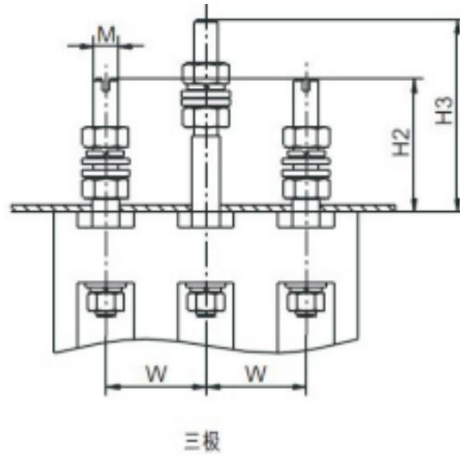
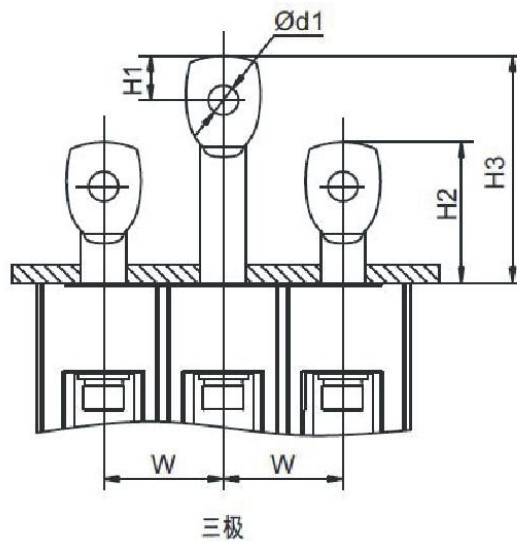
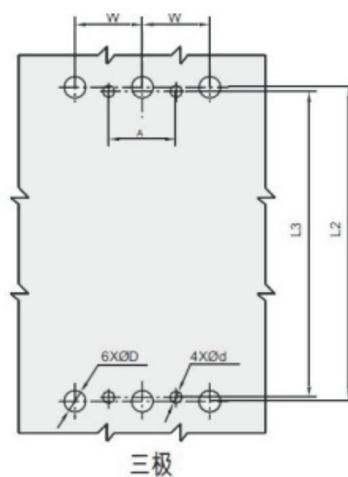
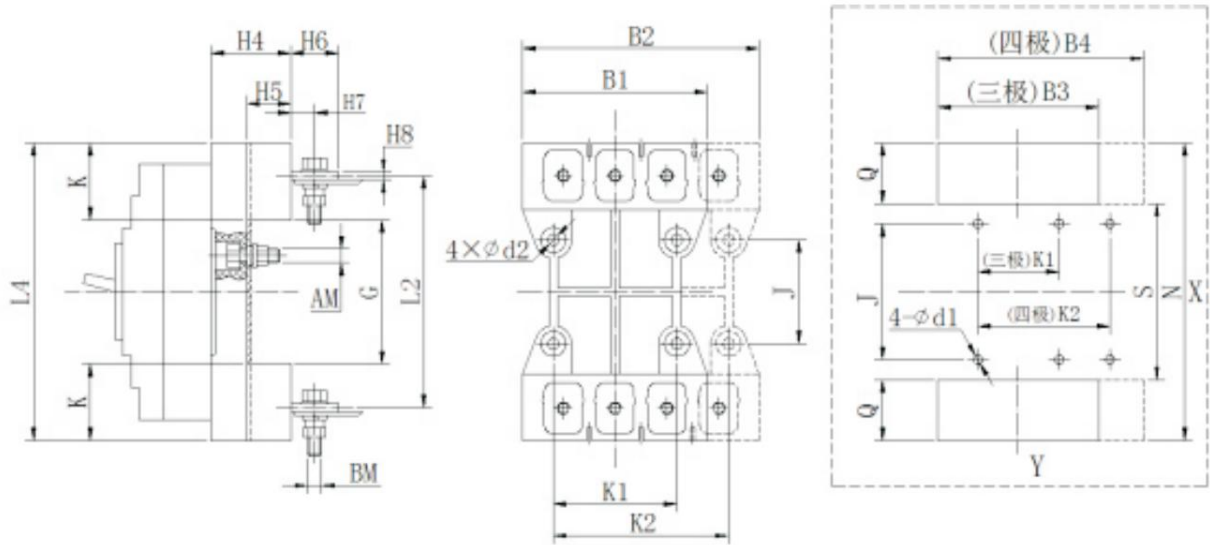

图 22 H YM3、H YM3K-63、125、160 板后接线外形及安装尺寸
图 23 H YM3、H YM3K-250、400、630、800 板后接线及安装尺寸
图 24 板后接线开孔图
图 25 插入式外形及安装尺寸
6.2 断路器板后接线、插入式外形及安装尺寸见图 22、图 23、图 24、图 25 及表 12。